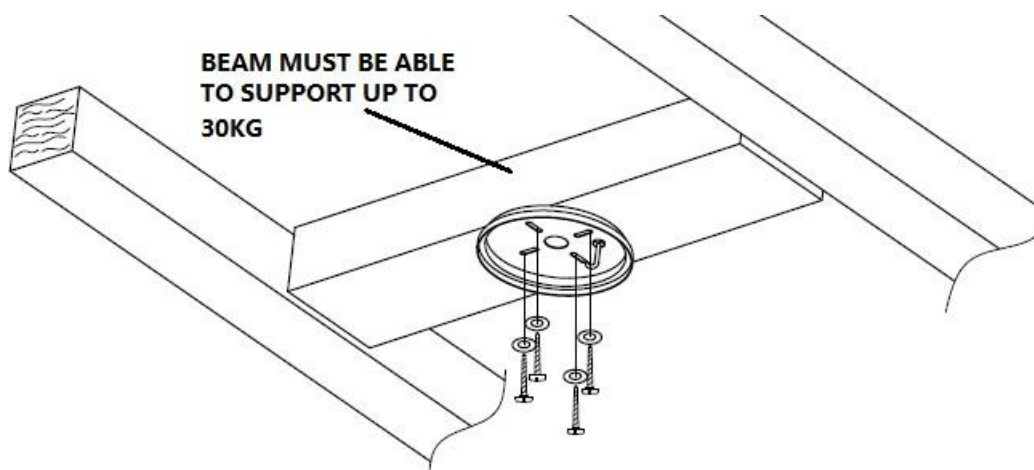
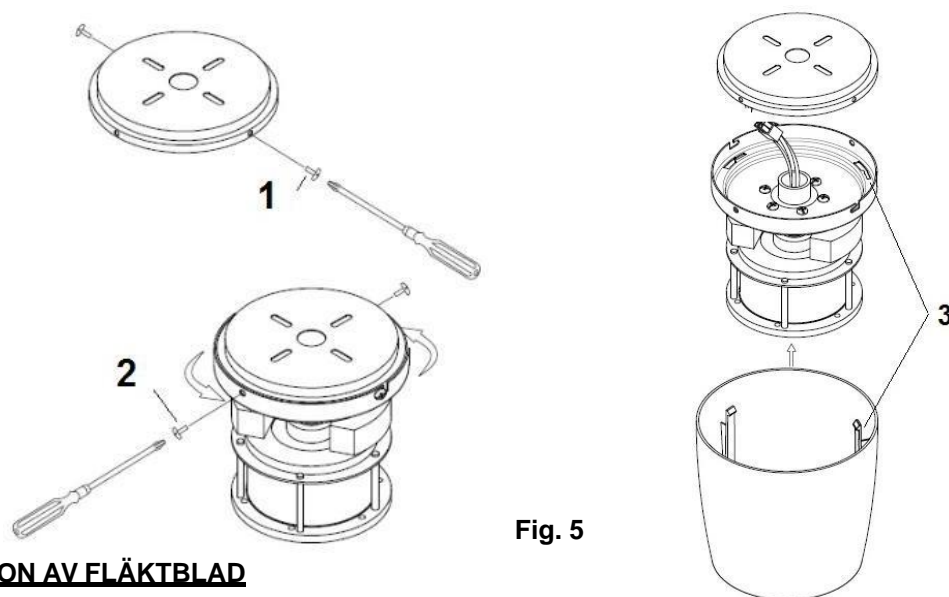

Fig. 2
Fig. 5
- Lossa två skruvar (2) från takplattan. Fig. 5
- Lossa två skruvar (1) halvvägs ut från takplattan. Fig. 5
- Lyft fläktmotorn, med hängplattan uppåt, upp till takplattan och se till att skruvarna (halvvägs urskruvade) (1) går in i de L-formade hålen. Vrid fläktmotorn tills den låses på plats i ändarna av de L-formade hålen och säkra positionen genom att skruva åt alla skruvarna (1 & 2). Undvik att skada de elektriska kopplingarna.
- Slutligen fäst motorhuset till fläktmotorn genom att lyfta upp det och trycka in hakarna (3) i slitshålen (3) och vrida moturs.
B. Fläkten är inte ordentligt fastmonterad i taket.	Skruva åt alla skruvarna enligt Fig. 2 och Fig 5.